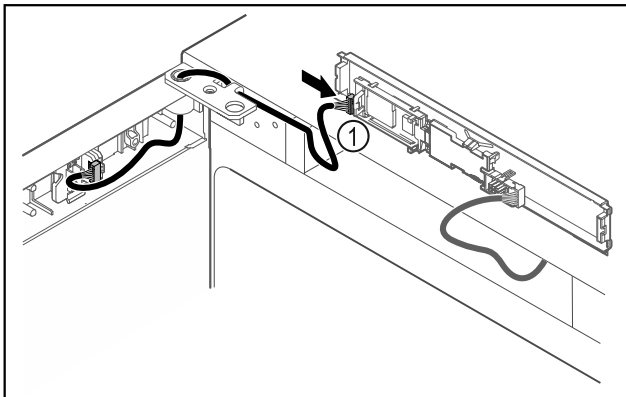

Fig. 40
- ▶ Stecker Fig. 40 (1) an Platine anstecken.